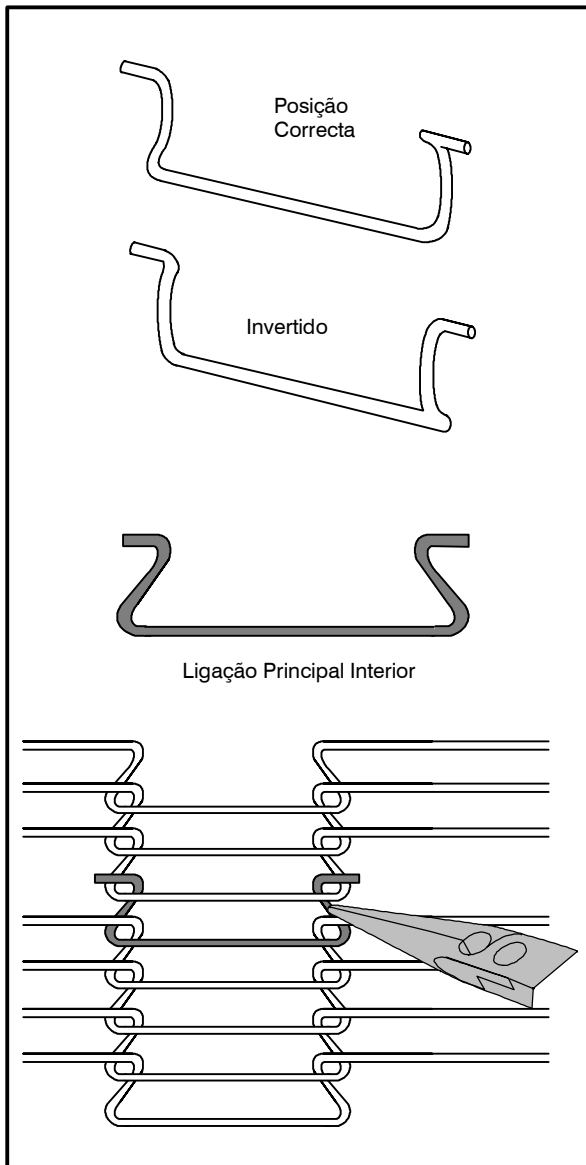

Figura 10
6. Instale as ligações principais interiores para ligar as duas extremidades da correia de transporte. Ver Figura 10.